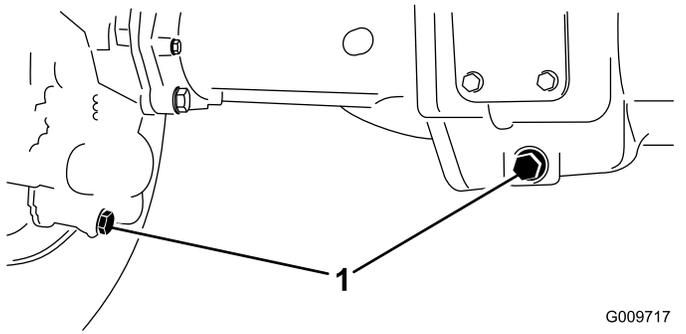

Figure 73
- Nettoyez la surface autour des 3 bouchons de vidange, 1 à chaque extrémité et 1 au centre (Figure 73).